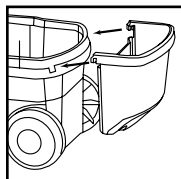

FIGURE 13
18. L'arrière de la cuve étant orienté vers soi, prendre le panier porte-accessoires et le placer de façon que les pattes soient orientées vers l'arrière de la cuve. **FIGURE 13.**